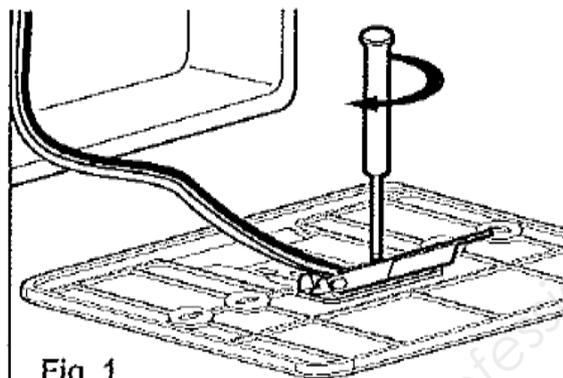

Fig. 1
- avant de raccorder les fils à la base de l'interface de système, il faut faire glisser la languette de protection du connecteur et la soulever (fig.1),